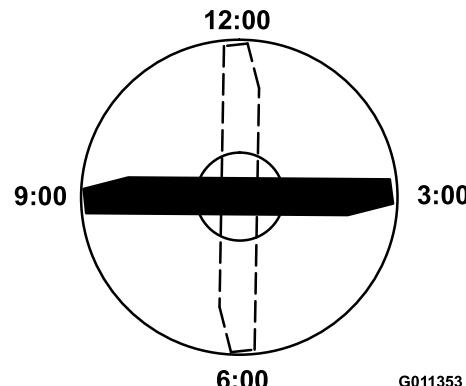

図 99
4. ブレードの印の付いているほうの端部を12時的位置車両進行方向に向け図 99、作業台の表面からブレードの切っ先までの高さを測定する。
5. 印の付いている端部を3時の位置と9時の位置に向けて図 99 それぞれ高さを測定する。